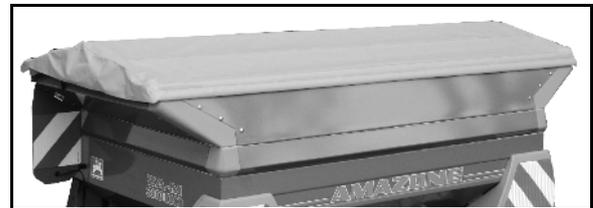

図 43
5. 前側の可動ブレーキホイール (図 43/1) を
- o 取り付け、リンチピン (図 43/2) で固定します。
6. 後部の固定ローラー (図 43/3) は
- 取り付けて、R ピン (図 43/2) で一番下の差し込み穴に固定します。
固定ローラーの取り付け時には、ピン (図 43/5) がフレームの穴に入り、ローラーを縦方向で保持するようにしてください。